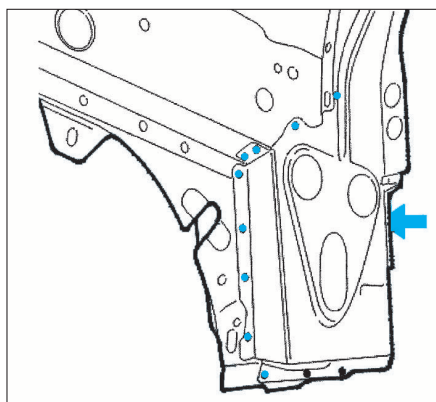

FIG. 5
- Souder à la pointeuse électrique (Fig.5).